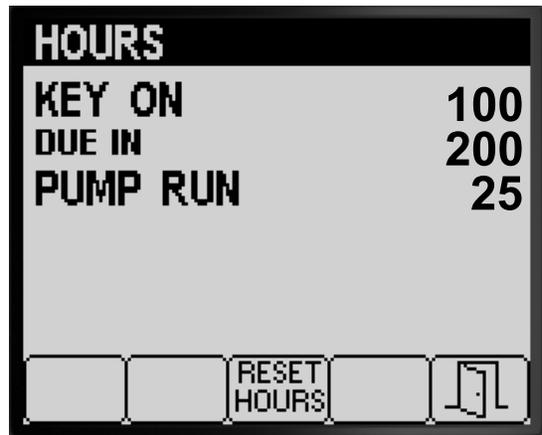

图 81
3. 使用屏幕上显示的计数器信息图 81 确定以下各项
4. 要重置所有计数器信息的小时数请按 3 号按钮图 81。
5. 按 5 号按钮可退出 HOURS 时数屏幕然后返回至 SERVICE 维护屏幕图 81。